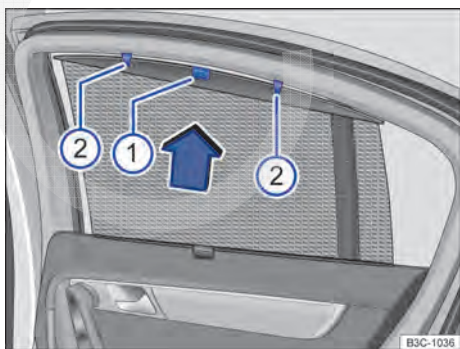

Fig. 94 No vidro traseiro direito: cortina de proteção solar.
- Puxar a cortina de proteção solar pela alça frontal ⇒ Fig. 94 ① no sentido da seta, totalmente para cima.
- Prender a barra retentora com ambos os olhais nos respectivos suportes ②. Verificar se a cortina de proteção solar estendida está encaixada seguramente em ambos os suportes ②.
- Para desenrolar, desprender a cortina de proteção solar em cima e, com as mãos, conduzir para baixo ⇒ ①.